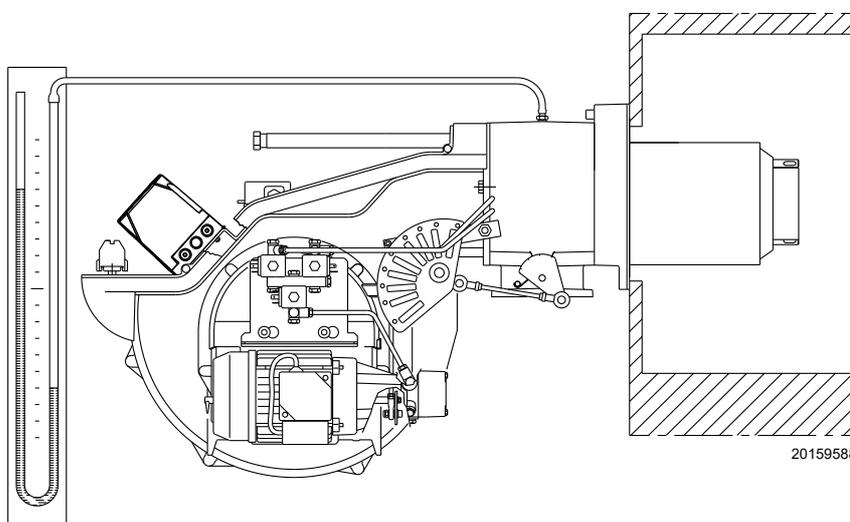

Fig. 37
- Monter un manomètre en U ou un manomètre de type différentiel (Fig. 37), avec prise (+) sur la pression du gaz du manchon et (-) dans la chambre de combustion.
L'arrivée de gaz au manchon est mise en évidence sur le manomètre en U (Fig. 37).
À titre d'orientation, on peut le trouver dans le Tab. L à la page 28, il suffit de lire la pression du gaz sur le manomètre en U, voir Fig. 37 à la page 33, et suivre les indications.